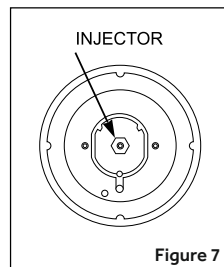

Figure 7
- Уставте шестигранний гайковий ключ (на 7 мм) в опору конфорки (рис. 7*).